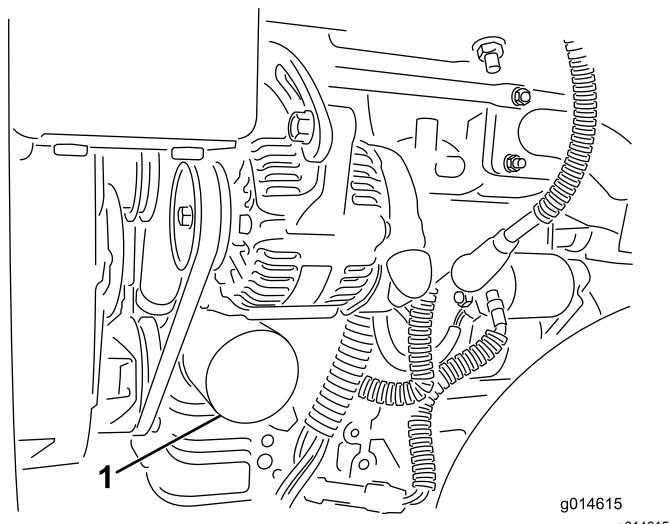

図 27
2. オイルフィルタ図 27 を外す。新しいフィルタのガスケットに薄くエンジンオイルを塗る。